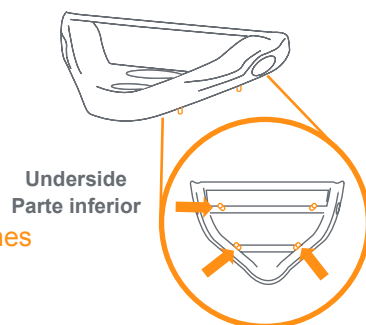

Fig. 7a
- 7) • Examine the bottom of the front fender. You will notice four 1/4 inch diameter plastic tubes protruding from the bottom (Fig. 7a).
- Examine la parte inferior del guardabarros delantero. Notará cuatro tubos plásticos de 1/4 pulgada de diámetro que sobresalen de la parte inferior (Fig. 7a).